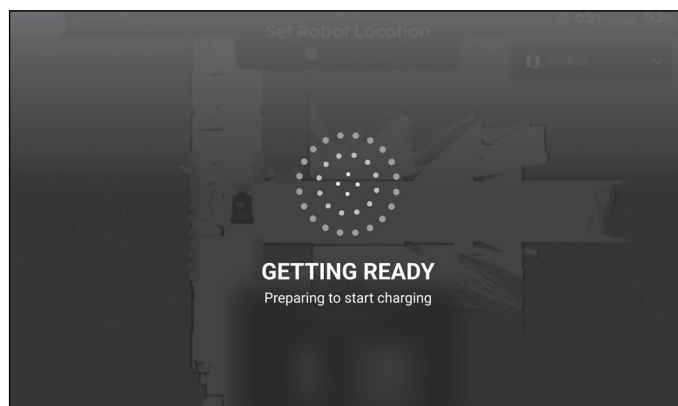

Figure 63
- Appuyez sur « Démarrer » et la machine va commencer à se placer sur la station (**Fig. 63**).